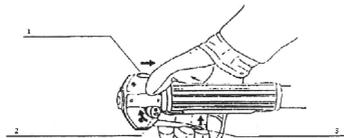

Fig. 7
- Переместите переключатель ВКЛ/ВЫКЛ из положения СТОП. Двигатель не запустится, если переключатель ВКЛ/ВЫКЛ находится в положении СТОП (рис. 7).
- Нажмите на спусковой рычаг и переместите рычаг среднего ускорения в направлении стрелки (рис. 7).
- Ослабьте спусковой рычаг; это зафиксировало положение рычага среднего ускорения. Теперь можно запустить двигатель (рис. 7).